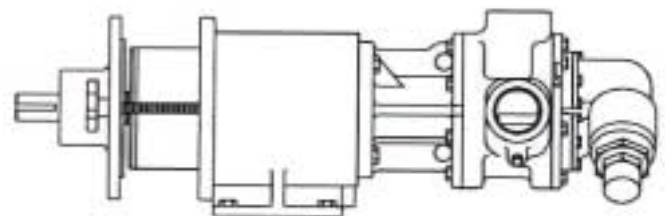

Abbildung 19
5. Installieren Sie die (4) 0,375 Zoll Befestigungsschrauben. Drehen Sie die Abtriebswelle mit der Hand, um sicherzustellen, daß sich die Pumpe frei dreht. Siehe **Abbildung 19**.